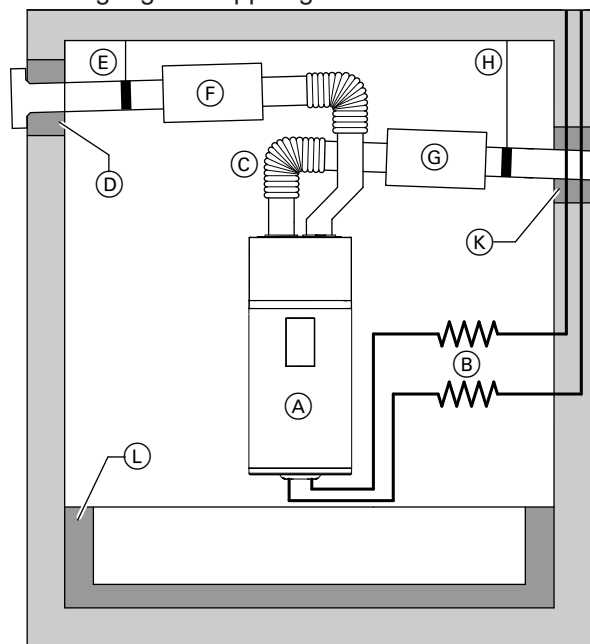

Abb. 16
- Leitungen, Wanddurchführungen und Anschlüsse an die Warmwasser-Wärmepumpe können zur Geräuschreduzierung schwingungsgedämpft ausgeführt werden: Siehe Abb. 16.